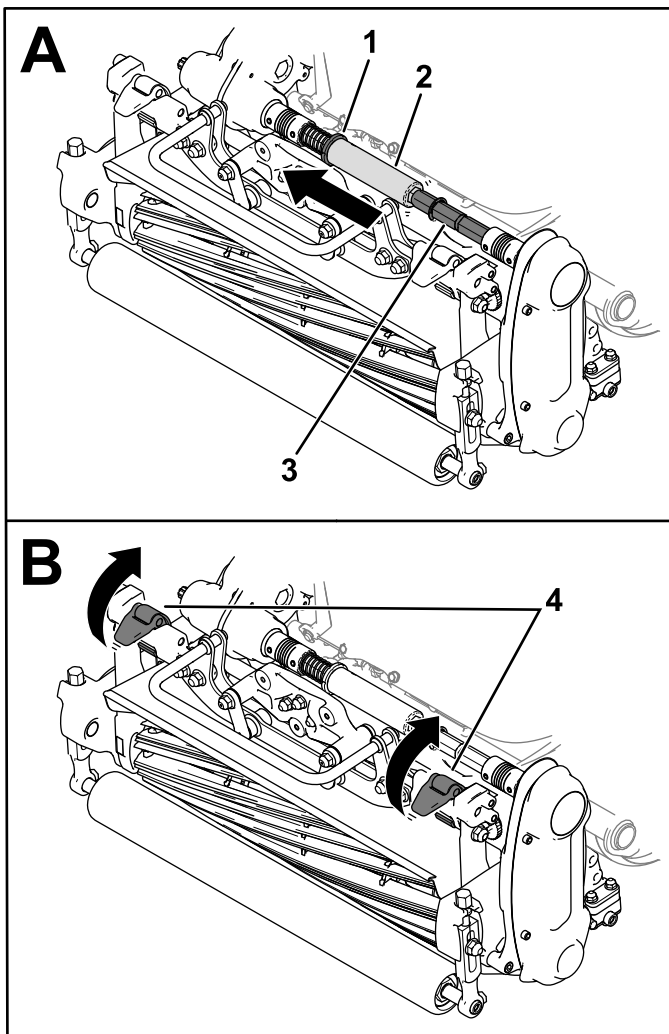

Figura 28
3. Mueva el collarín (Figura 28) en la ranura del eje de la transmisión.
4. Deslice el tubo hexagonal para sacarlo del eje del acoplamiento de la unidad de corte (Figura 28).
5. Suba los cierres de la suspensión para liberar la unidad de corte de la máquina (Figura 28).